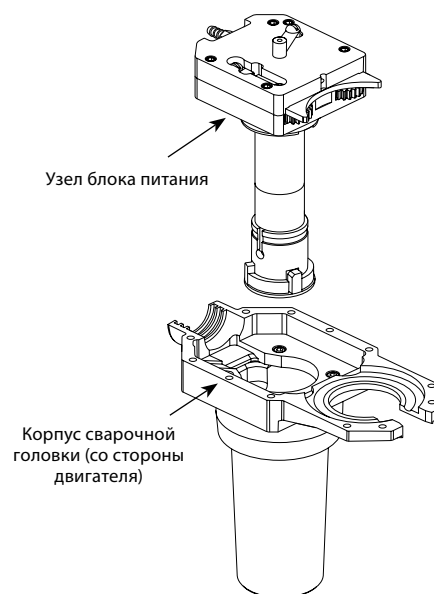

Рисунок 34. Снятие узла блока питания
8. Осторожно извлеките узел блока питания из половины корпуса сварочной головки с двигателем. См. рисунок 34.